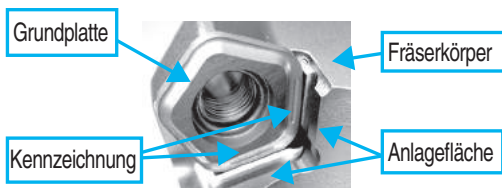

Abb. 5
- Die Grundplatte muss in der richtigen Richtung montiert werden. Richten Sie die Grundplattenoberfläche mit der Markierung auf der entsprechenden Anlagefläche aus (siehe Abb. 5), drücken Sie die Grundplatte leicht gegen die Anlagefläche, setzen Sie die Schraube in das Loch der Grundplatte ein und ziehen Sie sie fest (siehe Abb. 6).